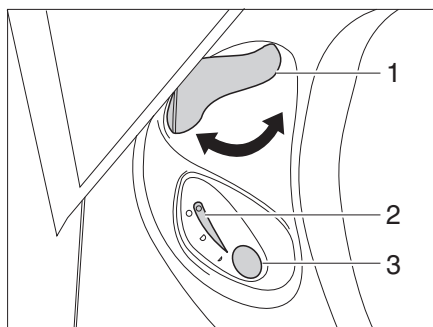

Fig. 142 Centralina di controllo toilette Thetford
- Prima di tirare l'acqua, aprire il cursore della toilette Thetford. A tal fine ruotare la leva del cursore (Fig. 142,1) in senso antiorario.
- Per sciacquare premere il pulsante blu (Fig. 142,3).
- Dopo aver tirato l'acqua chiudere il cursore. Ruotare la leva del cursore (Fig. 142,1) in senso orario.
Quando la cassetta Thetford è piena e deve venire svuotata, la spia di controllo (Fig. 142,2) si accende.
- Ruotare la leva del cursore (Fig. 142,1) in senso orario. Il cursore viene chiuso. Per svuotare il cursore **deve** essere chiuso nella toilette Thetford.